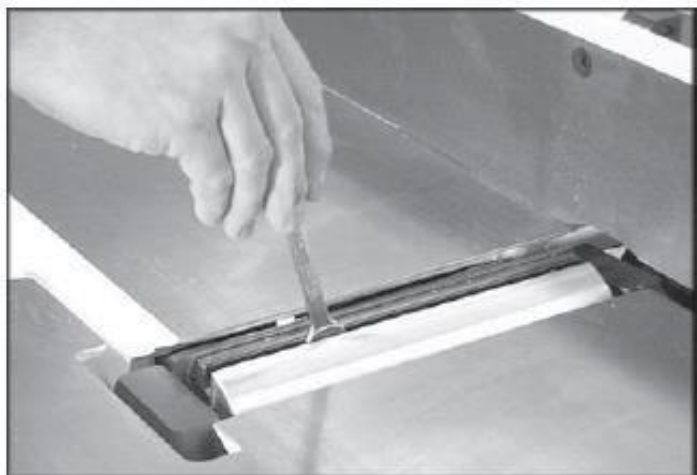
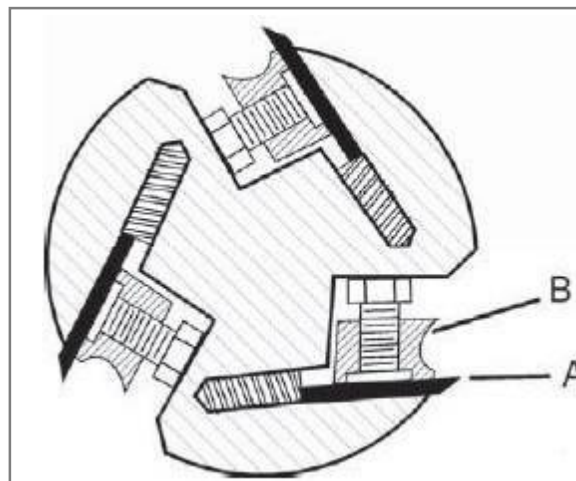

Рис. 26
Рис. 27
3. Ослабить фиксирующие винты (**Рис. 26**). Примечание: ослаблять винты, вращая их по часовой стрелке, глядя от подающего стола. Осторожно вынуть нож (**Рис. 27 А**) и винты прижимной планки (**Рис. 27 В**). Повторить операцию для остальных двух ножей.